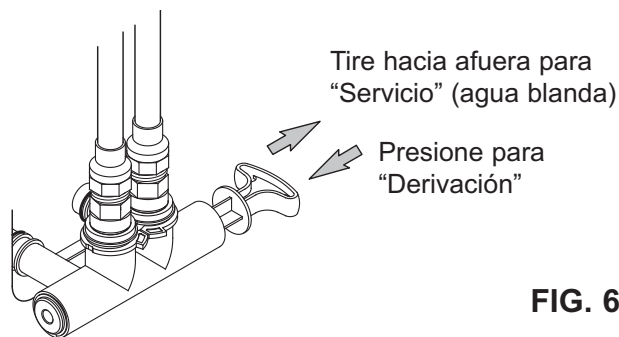
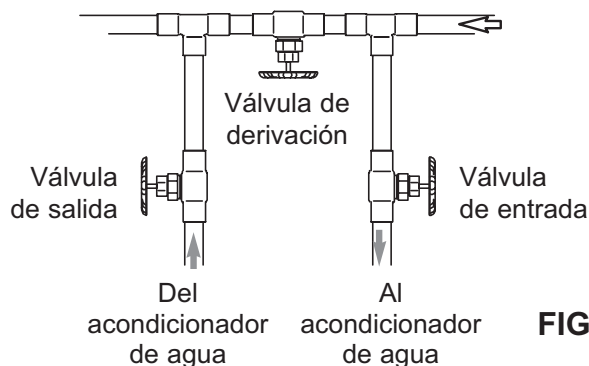

FIG. 6
FIG. 7
Siempre instale una válvula de una derivación (incluida) tal como se muestra en la Fig. 6 o, si lo desea, puede comprar y armar las piezas para un sistema de derivación de 3 válvulas (no incluidas), tal como se muestra en la Fig. 7. Las válvulas de derivación le permiten cerrar la entrada de agua al acondicionador de agua para su mantenimiento, si es necesario, y aún así tener agua en las tuberías de la casa.
3. Mueva las válvulas de derivación a la posición de "derivación" (Bypass) (vea las Fig. 6 y 7). En una válvula de una derivación, deslice el vástago hacia adentro a la posición de derivación. En una derivación de 3 válvulas, cierre las válvulas de entrada y salida, y abra la válvula de derivación.